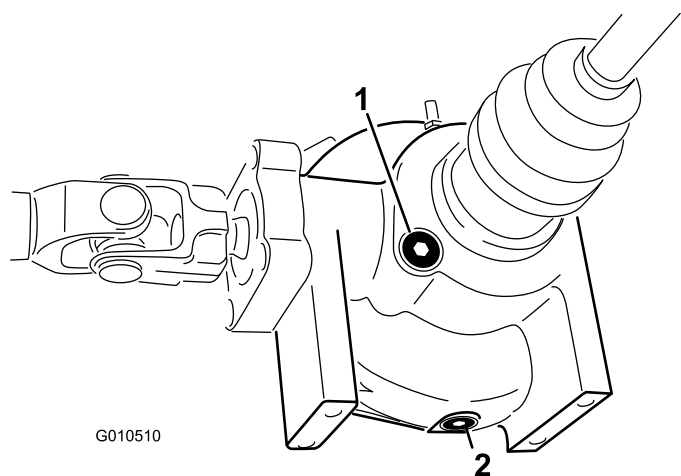

Рисунок 54
2. Очистите область вокруг сливной пробки на боковой стороне дифференциала (Рисунок 54). Подставьте под сливную пробку сливной поддон.